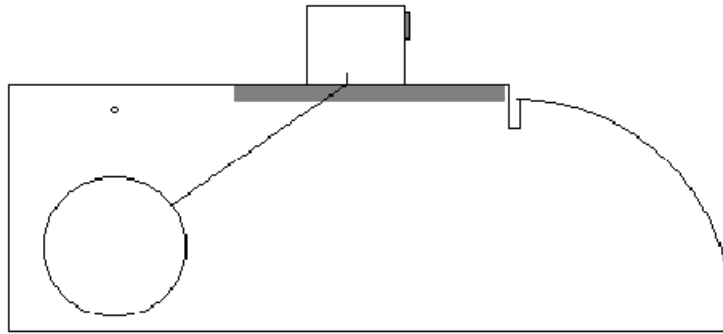

图 5-12
(2) 按[A]打开包络功能，包络符号出现。
(3) 将 K1 斜探头按照图 5-12 所示，放置于 CSK-1 试块上（注：扫查前期的一些工作如标定在此省去）。
(4) 按图 5-12 阴影部分范围，保持合适的力度，前后移动探头，进行扫查。